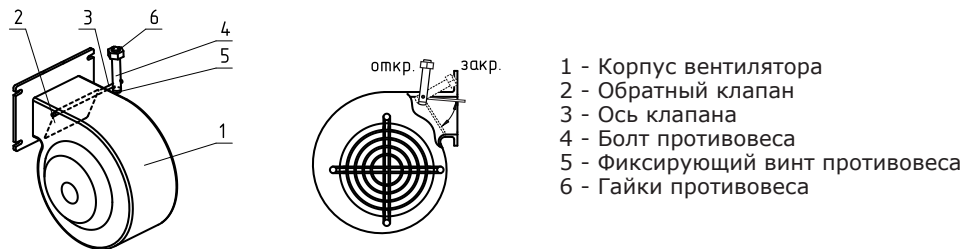

Рис.6 Вентилятор наддува
5.5. Вентилятор наддува (Рис.6) состоит из корпуса (поз.1), обратного клапана (поз.2), который имеет два положения, открыто и закрыто, оси клапана (поз.3), болта противовеса (поз.4) с фиксирующим винтом (поз.5) и гайками (поз.6).